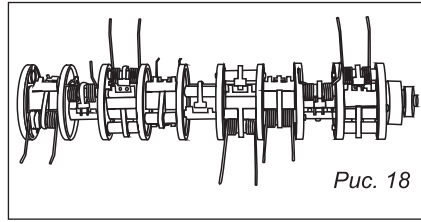

Рис. 18
10.2. Скарификатор-аэратор, рис. 18